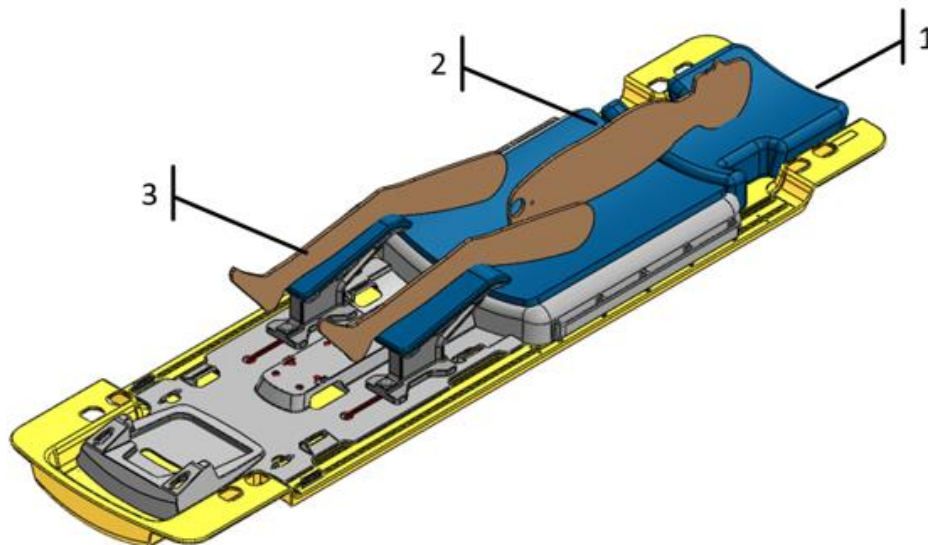

Abbildung 25: Positionierung des Patienten
- b. Passen Sie die Positionen der Beinstützen entlang der Schlitz in der Basisplatte an, um die Beine des Patienten in die Behandlungspositionen zu bringen (Abbildung 25).